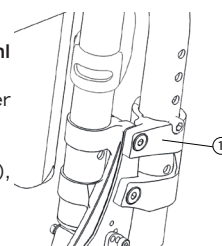

Abb. 4
**So entfernen die Armlehnen vom Rollstuhl (Abb.4):**
- Heben Sie diese leicht an um Sie aus der Verriegelung zu lösen. (1)
- Zum erneuten Anbringen, schieben Sie sie wieder in die Armlehnenaufnahme (1), bis sie einrastet.